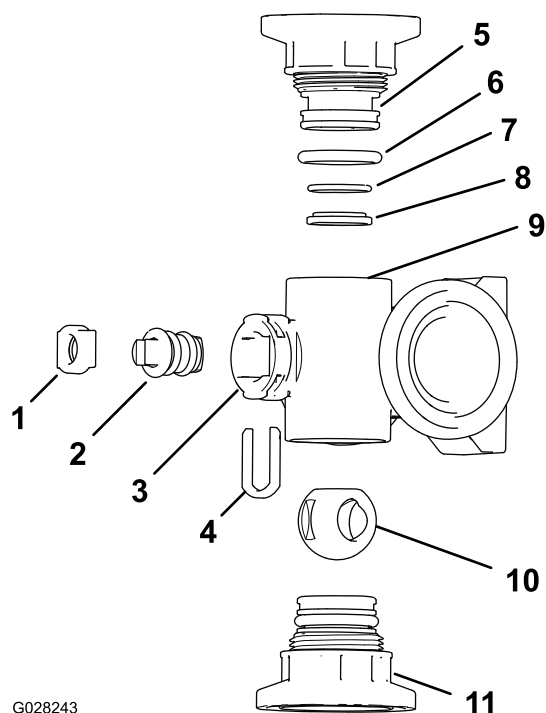

Figura 123
2. Retire o conjunto das duas uniões de cada extremidade do corpo do coletor (Figura 123 e Figura 124).
4. Retire a fixação da haste das ranhuras na porta da haste no coletor (Figura 123 e Figura 124).
5. Retire a fixação da haste e o encaixe da haste da válvula do coletor (Figura 123 e Figura 124).
6. Do corpo do coletor, retire o conjunto da haste da válvula (Figura 123 e Figura 124).
1. Verifique o estado dos anéis de retenção da união de saída (apenas coletor da válvula de secção), dos anéis de retenção do tampão, dos anéis de retenção de encaixe posterior, do encaixe da esfera para ver se há danos ou desgaste (Figura 123 e Figura 124).
2. Aplique lubrificante de silicone na haste da válvula e insira-a no encaixe da haste da válvula (Figura 123 e Figura 124).
3. Instale a haste da válvula e o encaixe no coletor e fixe a haste e o encaixe com a fixação da haste (Figura 123 e Figura 124).
4. Certifique-se de que o anel de retenção de encaixe posterior e o encaixe da esfera estão alinhados e encaixados na união do tampão (Figura 123 e Figura 124)
5. Instale o conjunto da união do tampão no corpo do coletor até a flange da união do tampão tocar no corpo do coletor (Figura 123 e Figura 124); depois rode a união do tampão mais 1/8 a 1/4 de volta.